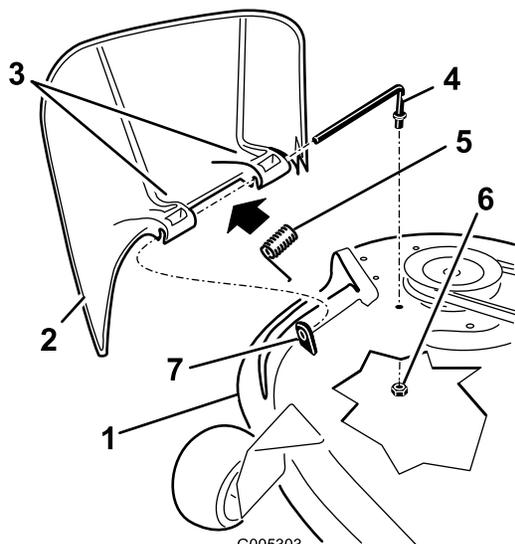

Figure 53
1. Repérez les éléments illustrés (Figure 53).
- Retirez l'écrou (3/8") de la tige, sous le tablier de coupe (Figure 53).
- Sortez la tige de la courte cheville de positionnement, du ressort et du déflecteur d'herbe (Figure 53). Enlevez le déflecteur s'il est endommagé ou usé.
- Remettez en place le déflecteur d'herbe (Figure 53).
- Placez le ressort sur la tige, les fils d'extrémité dirigés vers le bas, entre les supports du déflecteur d'herbe. Insérez la tige dans le deuxième support du déflecteur d'herbe (Figure 53).
- Insérez la tige à l'avant du déflecteur dans la courte cheville de positionnement sur le tablier. Fixez l'extrémité arrière de la tige dans le tablier de coupe à l'aide d'un écrou (3/8") (Figure 53).